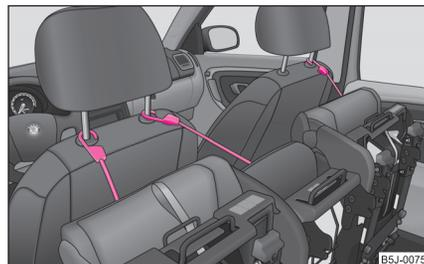

Fig. 53 Asegurar los asientos abatidos
- Asegurar el asiento abatido con ayuda del cinturón de fijación en una barra guía del reposacabezas del asiento delantero ⇒ fig. 53.